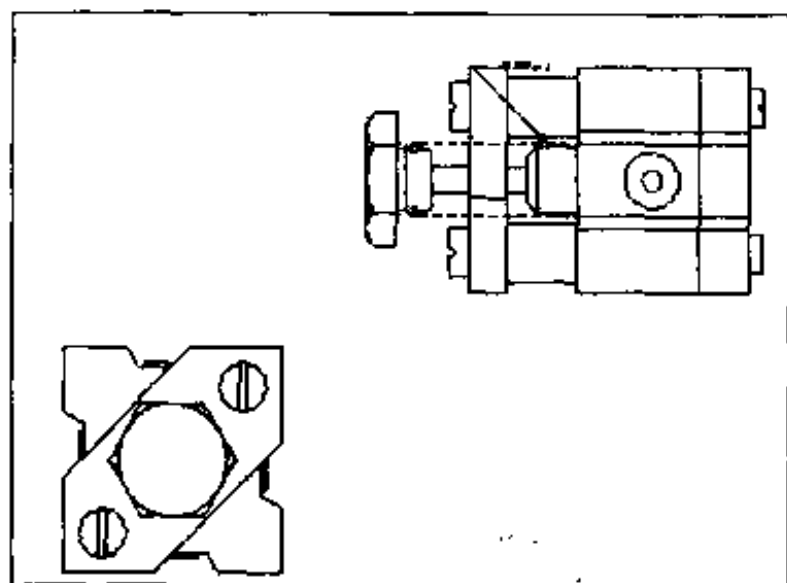

图 3.94 生成视图
- (1) 单击【标准视图】按钮, 在弹出的对话框中, 找到书附光盘\score\example\jixie\3\钻模装配\钻模装配.ics 文件。
- (2) 在【当前主视图】中, 可以任意变换零件的角度。如果单击【重置】按钮就取消先前变换的角度, 当然, 也可以只单击【从设计环境】按钮。
- (3) 在【视图】选项组中, 可以选择投影的视图, 选择【顶部视图】和【左视图】。然后确定, 结果如图 3.94 所示。